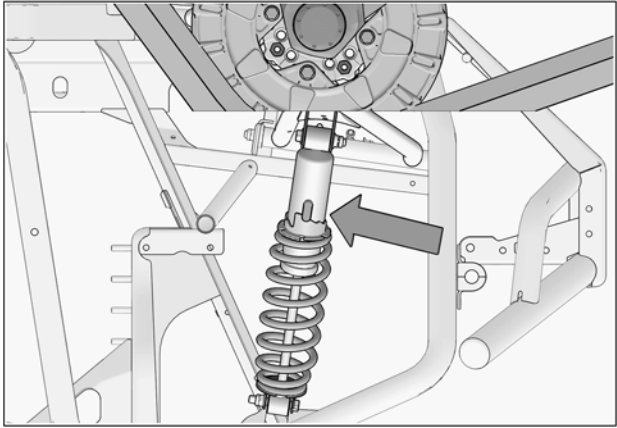

Fig. 37
1. Vérifier l'ajustement de la suspension; si les amortisseurs sont réglables, ils doivent être réglés au niveau le plus ferme pour permettre un maximum de dégagement entre les systèmes et les ailes du véhicule. Voir la Fig. 37